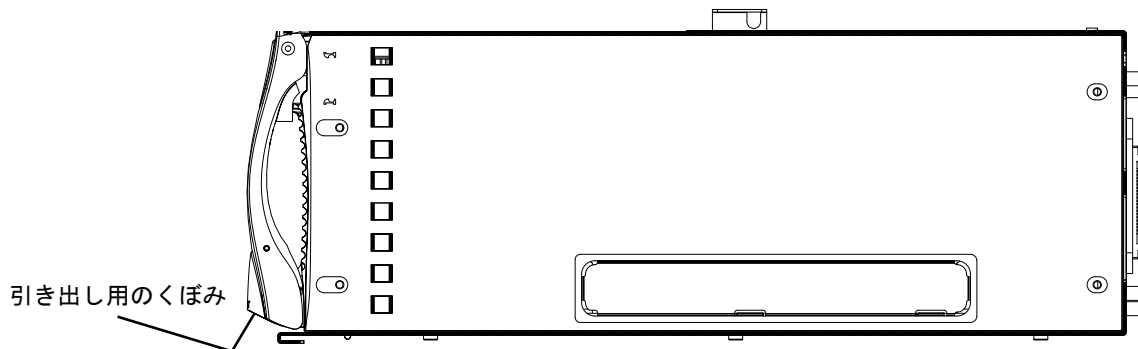

図 12-4 ブレードのロック機構
2. 必要に応じて、ブレードレバーの下部にある引き出し用のくぼみに指を入れてブレードレバーを開き、そのまま正面側に持ち上げて、レバーのロックを外します (図 12-4)。